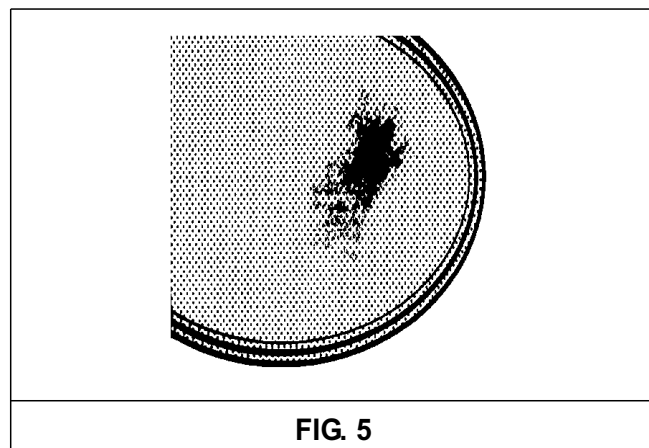

FIG. 5
- À la longue, la table risque de prendre des colorations ou des reflets métalliques ou présenter des rayures (fig. 5) si vous ne la nettoyez pas correctement ou si vous déplacez les récipients trop brutalement. Il est très difficile d'éliminer ces rayures mais sachez qu'elles ne compromettent nullement l'efficacité de votre table de cuisson.